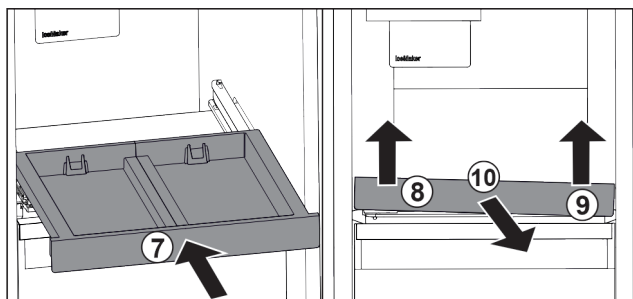

Fig. 101
- Zasuňte vyťahovaciu poličku. Fig. 101 (7)
- Nadvihnite vyťahovaciu poličku vpredu vľavo. Fig. 101 (8)
- Nadvihnite vyťahovaciu poličku vpredu vpravo. Fig. 101 (9)
- Odoberte vyťahovaciu poličku dopredu. Fig. 101 (10)